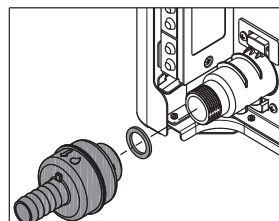

fig. 3
- svitare il dispositivo SRD (fig. 3)